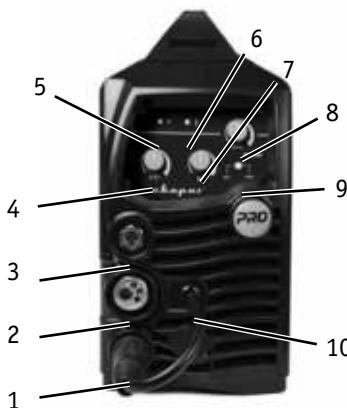
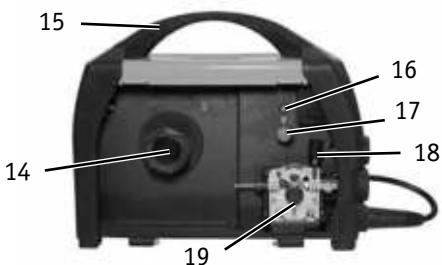

Рис. 1.1
Рис. 1.3
2. Вст вьте св рочную горелку в «еворор зъем» (2) (**рис. 1.1**) н передней п нели пп - р т и прикрутите его. После уст новите к тушке с проволокой, уст новите ролики с теми к н вк ми, которые соответствуют ди метру проволоки. З фиксируйте проволоку с помо щью ручки з жим проволоки (18) (**рис. 1.3**). С помощью кнопки прогон проволоки (16) (**рис. 1.3**) протяните проволоку внутрь горелки.
5. В з висимости от требуемой полярности вст вьте к бельную вилку, соединенную с клеммой з земления, в соответствующий р зъем «-» или «+» н передней п нели св рочного пп р т (1 или 3) (**рис. 1.1**) и з крутите его по ч совой стрелке.
6. Вст вьте к бель полярности (10) (**рис. 1.1**) в свободный (не подключенный к белем клеммы з земления) р зъем св рочного пп р т и з крутите его по ч совой стрелке.
7. Произведите н стройки процесс св рки н передней п нели упр вления пп р т . Выберите н стройку MIG с помощью переключ теля (9) (**рис. 1.1**) уст новите зн чение скорости под чи проволоки (8), выст вьте р бочее н пряжение дуги (7) (**рис. 1.1**).
2. Н передней п нели имеется дв р зъем «+» и «-» (1 и 3) (**рис. 1.1**). Для плотного з крепления прямого и обр тного к белей в р зъем х необходимо вст вить к бельную вилку в соответствующим к белем в п нельный р зъем до упор и повернуть его по ч совой стрелке. При неплотном подсоединении к белей возможны повреждения к к бельного р зъем , т к и источник пит ния.
6. Выберите способ св рки MMA переключ телем н передней п нели пп р т (9) (**рис. 1.1**). С помощью регулятор (4) (**рис. 1.1**) уст новите зн чение ток .